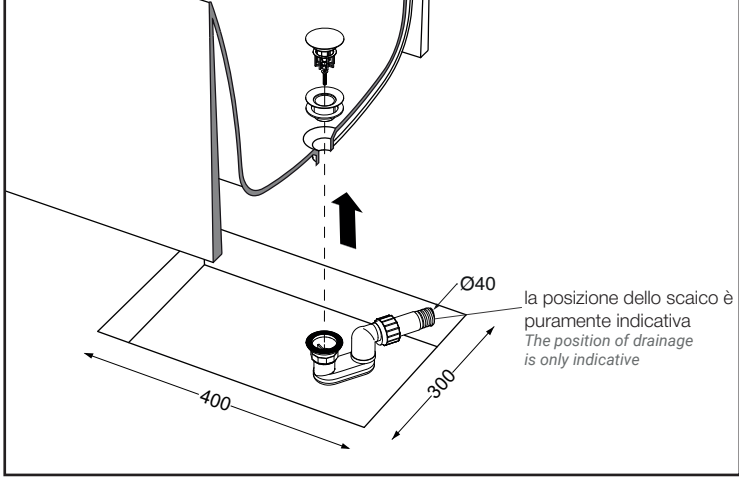

Fig.2
- Attenzione: questo modello di vasca ha uno spazio sotto al foro di scarico di 8 mm. In base al tipo di scarico da montare verificare se è necessario preparare un pozzetto opportunamente collocato tenendo conto dell'ingombro della vasca/dimensioni indicate (vedi fig.2)**
Attention: this bathtub model has a space of 8mm under the drainage hole. According to the type of drain to be fitted, check the need for a drain sump, to be located taking into account the volume of the bathtub/dimensions indicated (see fig. 2)